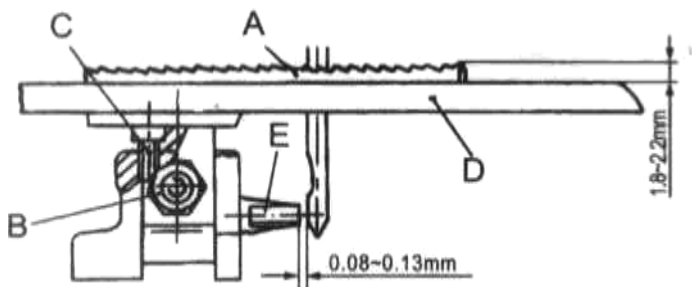

Рис. 8
У своїй верхній позиції зубчаста рейка (А, рис.8) повинна бути встановлена так, щоб задні зубчики максимально височіли через поверхню голкової пластини. Для регулювання, приберіть зубчасту рейку і відрегулюйте гвинт (В) на вершині подавального механізму на необхідну висоту. Поставте назад зубчасту рейку та запобіжник голки. Для захисту тонкого матеріалу, такого як текстиль або поліпропілен, зубчики повинні підніматися на 1.8 мм над поверхнею голкової пластини (D), для товстого матеріалу, зубчики повинні підніматися на 2.2 мм над поверхнею пластини голки.
Запобіжник голки (Е, рис.8) має бути встановлений так, щоб він торкався голки в його найвищій точці руху, не змінюючи його траєкторії. Зазор від 0,08 до 0,13 мм між голкою та запобіжником голки.